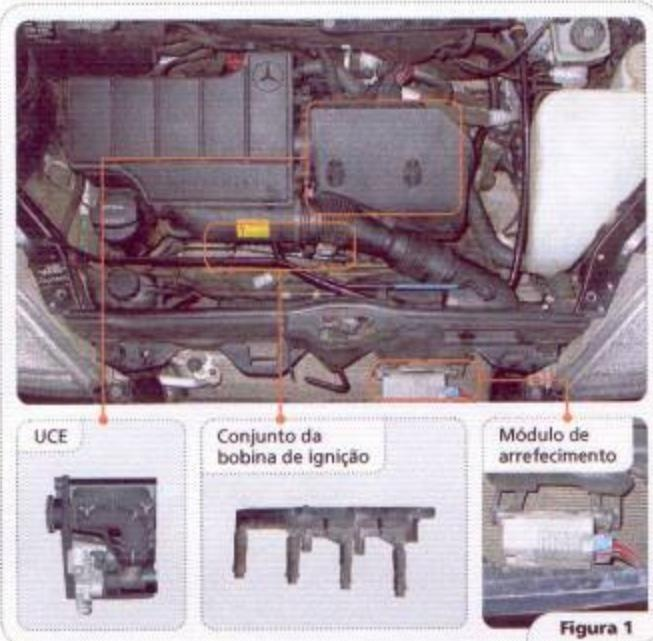

Figura 1
Os veículos Mercedes-Benz Classe A 160 e 190 são gerenciados pelo sistema de injeção VDO MSM 1.1. Este sistema conta com ignição do tipo estática, ou seja, não utiliza distribuidor. Além disso, o cabo de vela passou a vir integrado no conjunto da bobina de ignição (figura 1).
A UCE (Unidade de Comando Eletrônico) é responsável por gerenciar todos os parâmetros do motor e garantir o seu bom funcionamento. Está localizada no compartimento do motor (figura 1).
**Módulo de arrefecimento:** nos veículos Classe A, o acionamento do ventilador de arrefecimento dá-se através de um módulo controlado pela UCE. Tal módulo tem um funcionamento semelhante ao de um relé. Por intermédio desse módulo é que a UCE controla a velocidade da ventoinha em função da temperatura do motor (figura 1).